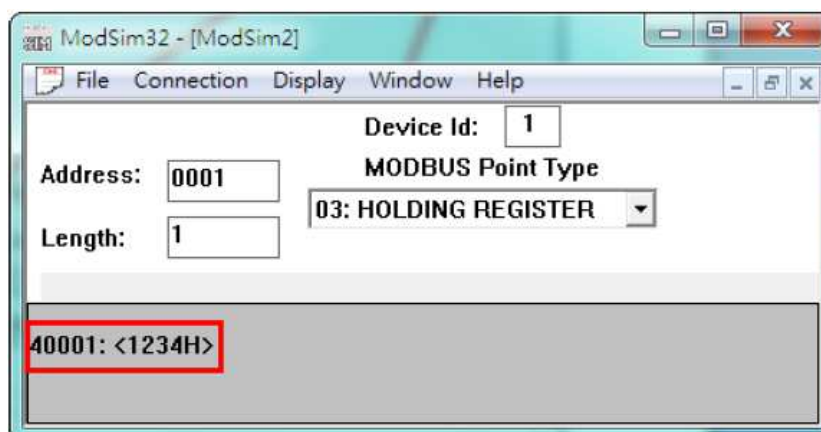

Рис.38
3.2.3. Новые выходные данные были успешно записаны с CPU 315-2 PN/DP на устройство Modbus slave через Mgate 4101-MB-PBS (Рис.38):